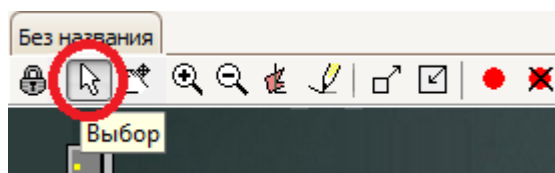

рис. 5 – Выбор настройки периметра
- Нажать кнопку «Выбор» на панели инструментов (рис. 5).